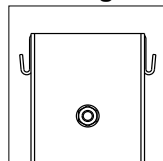

Bild 5.2.f
E. Montieren Sie einen Montagerahmen am anderen I- Ständer mit 3x Bolzen M8x50mm. Siehe Bild 5.2.f.